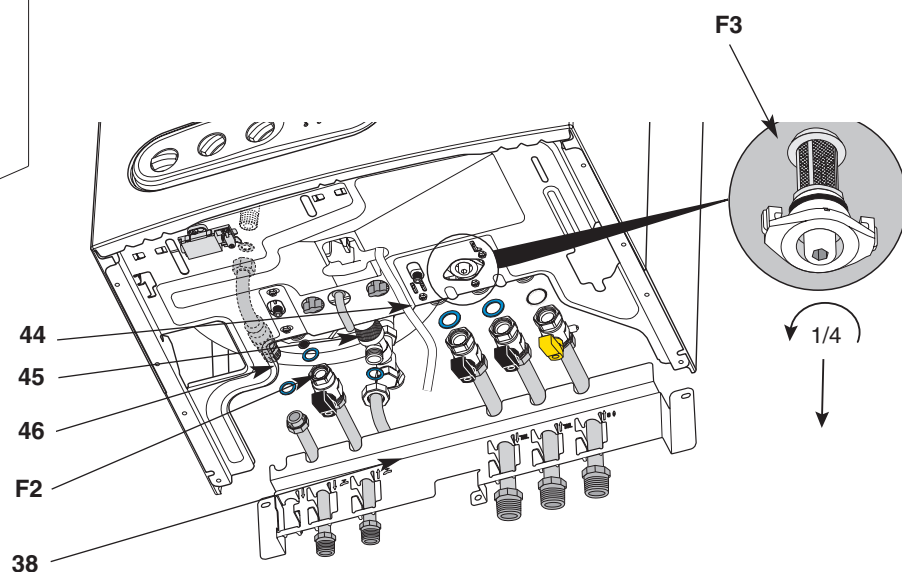

Fig. 8
- de verschillende kranen, kranen 3/4 voor gas (kraan met gele hendel, min. spankracht 10 mN), vertrek en retour verwarming, kranen 1/2 op sanitair koud water en rubberslang uitgang boiler **46** (fig. 8)
- dichtingen en aansluitmoffen, 3/4 moffen voor gas, vertrek en retour verwarming, mof 1/2 op koud water en sanitair warm water (fig. 8)
- een waterfilter **F2** op de toevoer van sanitair koud water en een filter verwarming **F3** op de verwarmingsblok (fig. 8)
- de ledigingbuis van de veiligheidsklep **44** (doorschijnende buis), van de veiligheidsgroep van de boiler **38** en deze van de onderbreker **45** moeten verplicht aangesloten worden op een afvoer voor afvalwater.(fig. 8)